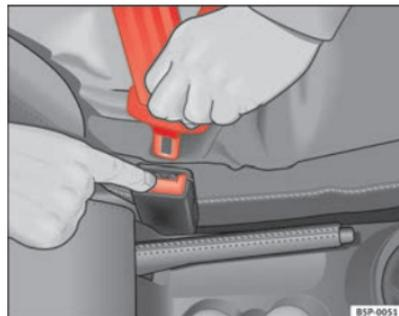

Fig. 15 Libération du pêne du boîtier de verrouillage
- Appuyez sur la touche rouge intégrée au boîtier de verrouillage ⇒ page 26, fig. 15. Le pêne est alors libéré ⇒ .